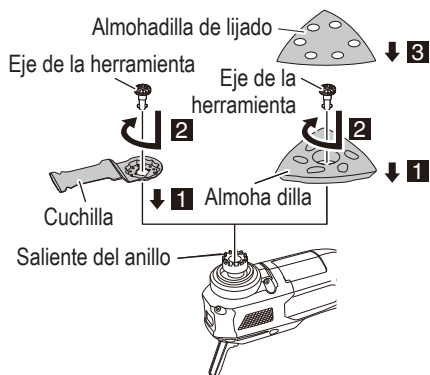

Fig. 10
- (3) Acople la herramienta de aplicación al anillo de accesorios, asegurándose de que el orificio de la herramienta se encuentra ajustado al saliente del anillo. El ángulo de colocación de la herramienta de aplicación puede ajustarse en incrementos de 30°. (Fig. 10)
- (4) Inserte firmemente el eje de la herramienta mientras lo gira en sentido horario. (Fig. 10)
- (6) Alinee los orificios al pegar el papel de lijado a la almohadilla de lijado. (Fig. 10)